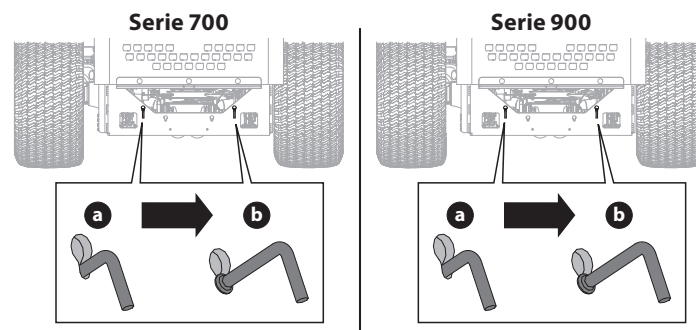

Fig. 35
1. Para engranar las varillas de derivación de la transmisión, tire de la varilla (a) hacia arriba en la abertura más grande de la ranura de la llave y, a continuación, tire hacia atrás hasta que el collarín de la varilla pase a través del bastidor (Fig. 35).
2. Vuelva a bajar la varilla en la abertura más pequeña de la ranura de la llave, asegurándose de que el collarín quede asegurado en la parte exterior del bastidor (b). Repita el proceso en el lado opuesto (Fig. 35).